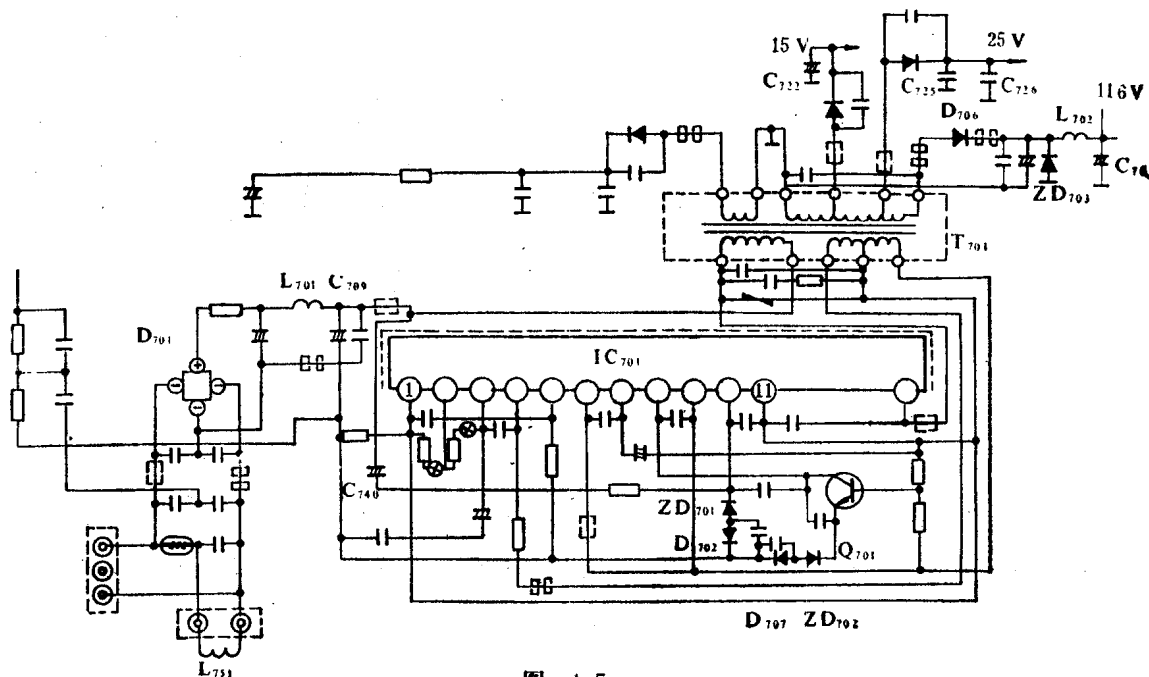

图 1-5
3. 检查稳压电路。见图 1-5。断开 L_{702} , 测量 ZD_{703} 两端电压为零, 再测量 C_{725} 电容器两端无 25V 电压, 测量 C_{722} 两端也无 15V 电压, 说明故障发生在稳压电路。夏普 C-1813MK 型机开关电源电路当某一元件损坏造成开关脉冲停止振荡后, 各点电压均为零。因此用测量各点电压的方法不可能找出故障。故采用测量在路电阻的方法加以判断。首先测量厚膜集成电路